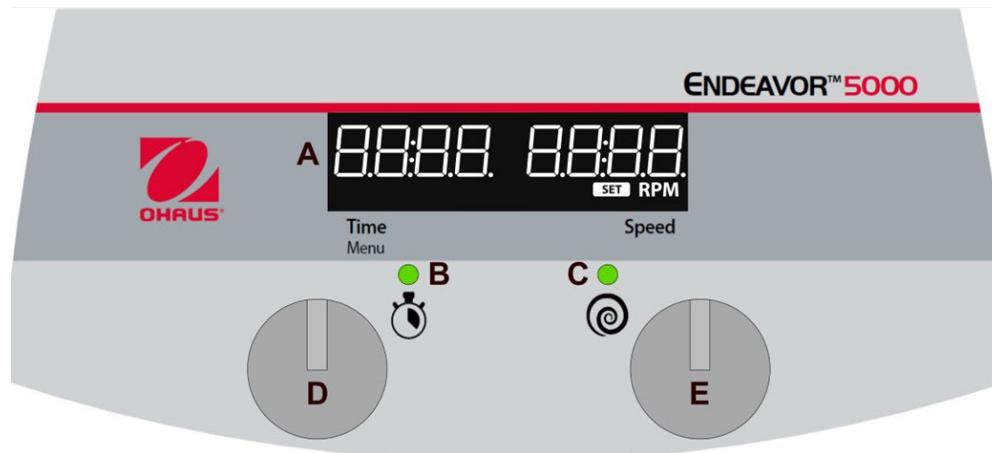

Abbildung 1: Endeavor 5000, digitales Bedienfeld
2. Wenn der Timer auf eine Zeit zwischen 00:01 und 99:59 eingestellt ist, zählt er von der eingestellten Zeit herunter, sobald die Schüttelfunktion eingeschaltet ist und die **Timerstatusanzeige (B)** leuchtet.
- c. Sobald der Timer im Countdown-Modus 00:00 erreicht, schaltet sich die Schüttelfunktion ab, das Gerät piept 1 Mal, und auf dem Display erscheint „**Ende**“ (A, Abb. 1).
1. Drehen Sie den **Zeiteinstellknopf (D)**, Abbildung 1).
- c. Drücken Sie kurz den **Zeiteinstellknopf (D)**, um den Minutenwert auszuwählen.
- e. Drehen Sie den **Zeiteinstellknopf (D)**, um den Stundenwert einzustellen.
- f. Drücken Sie kurz den **Zeiteinstellknopf (D)**, um den Stundenwert und die Timereinstellung zu bestätigen.
1. Drehen Sie den **Drehzahleinstellknopf (E)**, Abbildung 1) auf die gewünschte Einstellung.
1. Halten Sie den **Drehzahleinstellknopf (E)** gedrückt, bis das Gerät piept und die **Betriebsstatusanzeige (C)**, Abb. 1) aufleuchtet.
- Halten Sie im Ruhemodus den **Zeiteinstellknopf (D)** gedrückt, bis „MENU“ angezeigt wird.
- Drücken Sie kurz entweder auf den **Zeiteinstellknopf (D)** oder auf den **Drehzahleinstellknopf (E)**.
- Um eine Ablaufbedingung zum Abrufen auszuwählen, halten Sie den **Drehzahleinstellknopf (E)** gedrückt, bis das Gerät piept und die **Betriebsstatusanzeige (C, Abb. 1)** aufleuchtet.